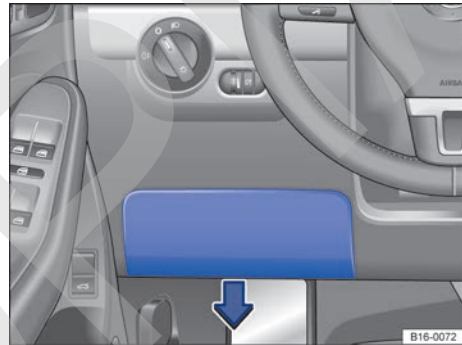

Fig. 198 En el tablero de instrumentos del lado del conductor: cubierta de la caja de fusibles.
- Tire de la parte inferior de la cubierta en el sentido de la flecha → fig. 198 y desmonte la cubierta hacia abajo.
- Para *montarla*, introdúzcala desde abajo en el tablero de instrumentos y presione en el sentido contrario al de la flecha → fig. 198 hasta que el bloqueo encastre de forma audible.